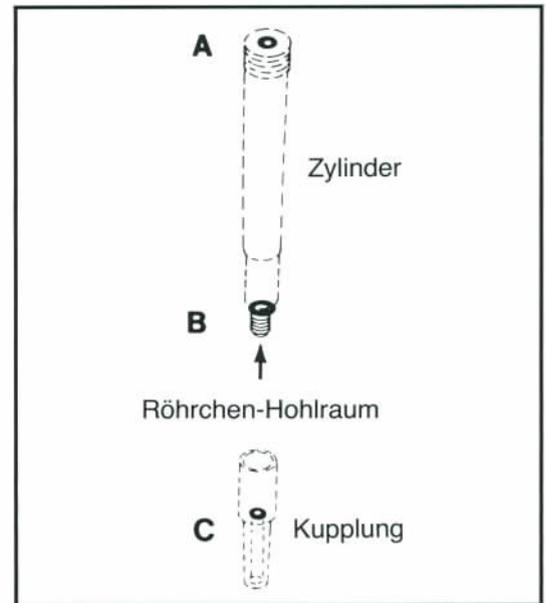

Abb. 3.17 Zylinder und Kupplung auseinandergeschraubt mit O-Ringen
- b) Wie in Abb. 3.17 gezeigt, den Schaft-O-Ring „A“, den Zylinder-O-Ring „B“ und den Kupplungs-O-Ring „C“ entfernen.
- h) Kupplung und Zylinder noch einmal auseinanderschrauben, und den Röhren-Hohlraum (s. Abb. 3.17) mit einem Tuch von Schmiermittel säubern.